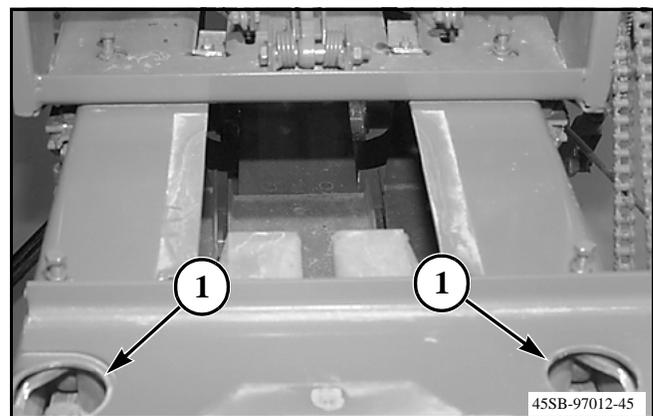

FIG. 29
FIG. 29: Quite las cubiertas redondas de plástico de los dos orificios de acceso (1) en la parte superior de la cámara de fardos. Las cubiertas de plástico se encuentran en la parte superior de la cámara de fardos hacia la parte trasera del blindaje del brazo del cigüeñal de la caja de cambios.